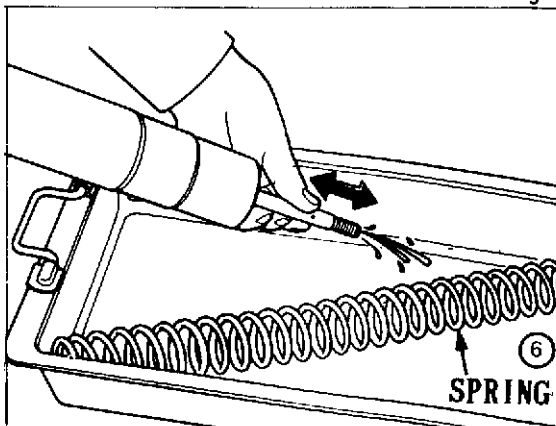

Fig. 3
- 6) Scaricare l'olio muovendo alternativamente 8-10 volte la gamma e l'asta pistone (Fig. 3).